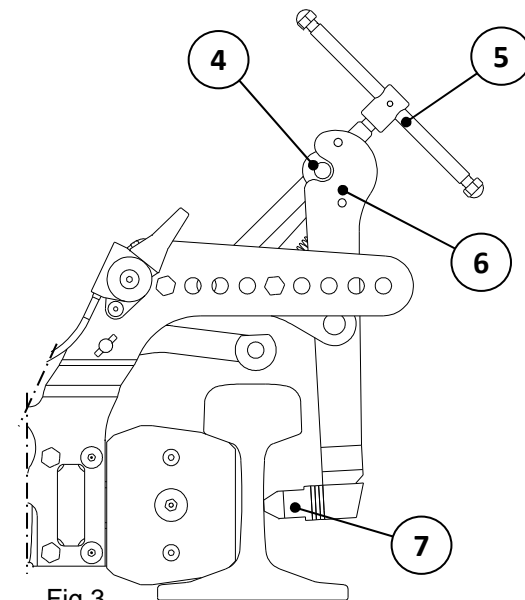

Fig.3
- 3) Une fois que le foret Rep.④ est en butée contre la face avant de la broche Rep.⑥ (Fig.3), amener une des deux vis Rep.③ jusqu'au contact, sans serrer. Visser alors la deuxième vis Rep.③ jusqu'au contact et commencer à serrer les deux vis successivement.
- ➔ Sans gabarit de perçage : faire coïncider la rainure du levier de positionnement Rep.② avec le tracé préalablement préparé (Cf §3.7 « Matérialisation de l'axe de perçage »).
- ➔ Le positionnement vertical s'effectue de lui-même par l'encastrement des formes dans l'âme du rail (voir Fig.3).
- ➔ Abaisser le levier de serrage Rep.⑤ afin d'engager l'écrou Rep.④ dans le levier d'étau Rep.⑥ (voir Fig.3).
- ➔ Manoeuvrer le levier de serrage Rep.⑤ pour mettre en contact les mors mobile Rep.⑦ contre l'âme du rail.
- ➔ Serrer alors énergiquement le levier de serrage Rep.⑤ à la main.